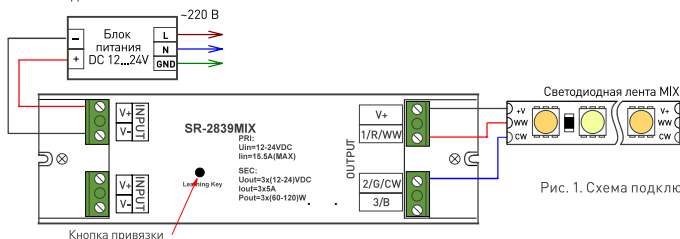

Рис. 1. Схема подключения.
- 3.5. Согласно используемой схеме (Рис. 1), подключите светодиодную ленту или другой совместимый светодиодный источник света к выходу контроллера.